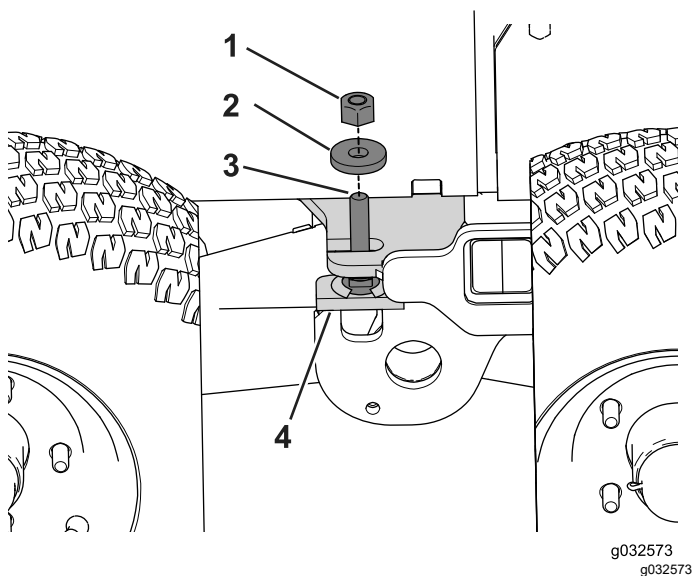

Figure 104
2. Retirez le contre-écrou et la rondelle du goujon fileté sur la butée de bogie (Figure 104).
9. Installez et serrez la rondelle plate (½ po) et le contre-écrou sur le pivot du bogie (Figure 104).